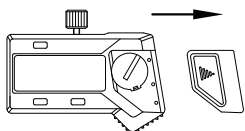

fig.1
- Remova a tampa da bateria (fig.1)